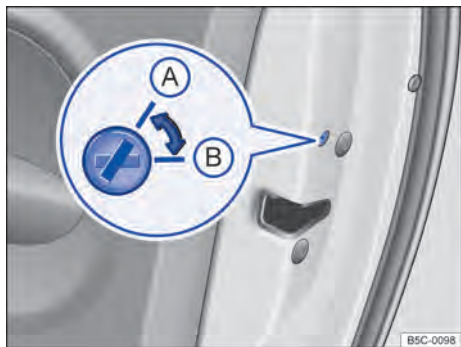

Fig. 153 Na porta do passageiro dianteiro: trava de emergência (A) desativada, (B) ativada.
- Com a haste da chave, girar a fenda da posição ⇒ Fig. 153 (A) para a posição (B).